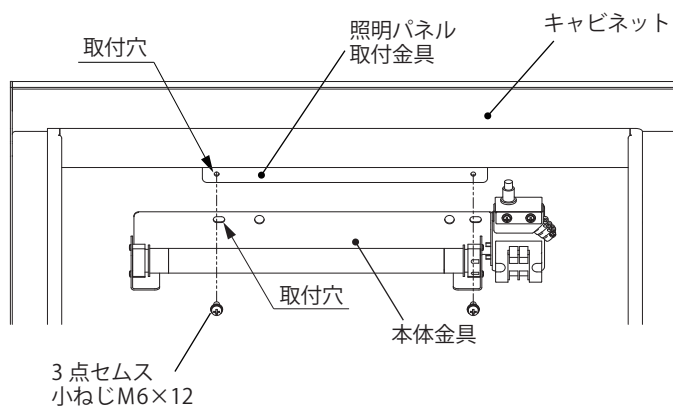

図 12
3. キャビネットの照明パネル取付金具に、本体金具の取付穴を利用して、付属の3点セムス小ねじ M6×12 (2か所) にて取り付けてください。(図 12)